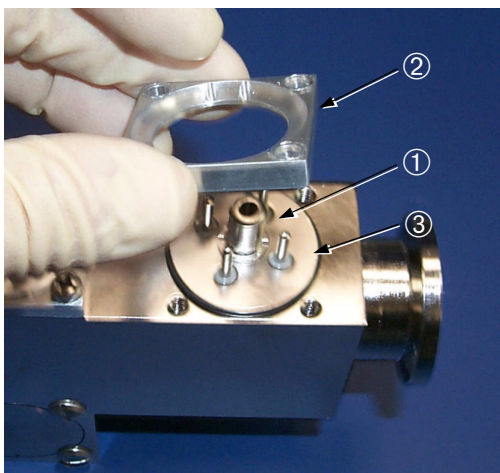

图 4-10 卸下按钮 TC
2. 按下按钮 TC 的中间立柱 ①（图 4-10）并提起头部 ② 使其脱离按钮 TC ③，卸下按钮 TC 头部 ②。